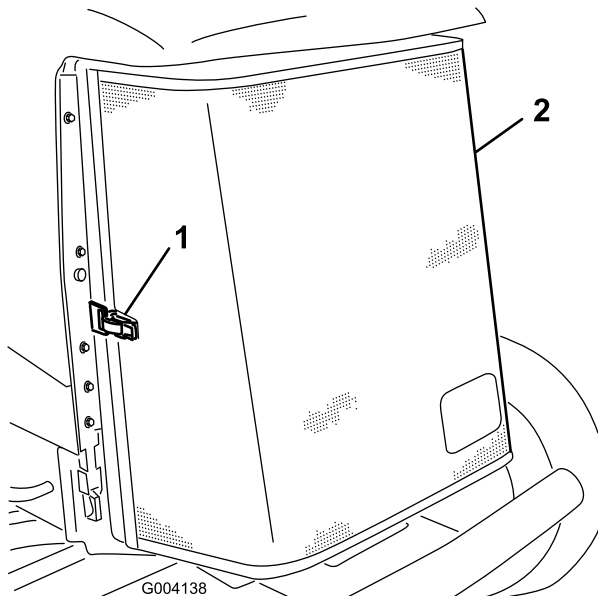

Bild 62
3. Entriegeln Sie den Riegel und drehen Sie das hintere Gitter auf (Bild 62).